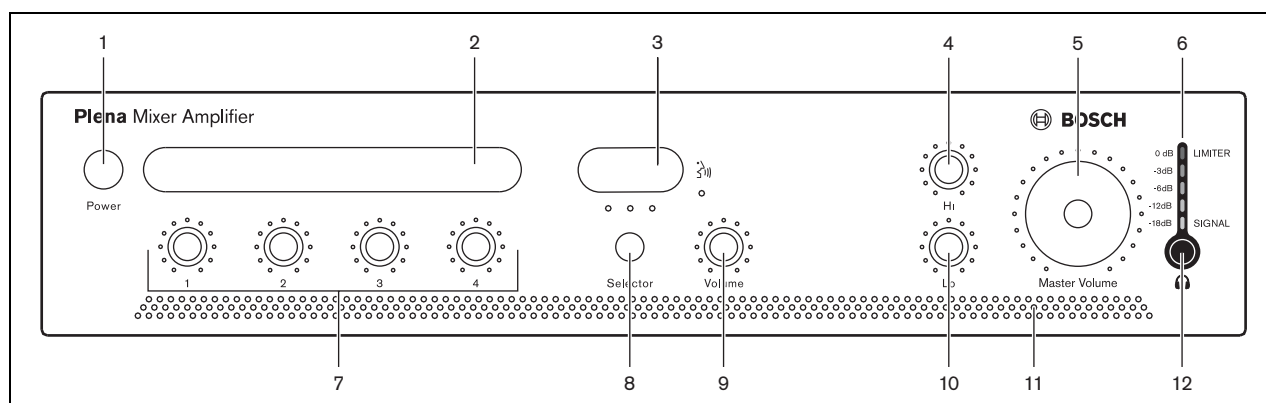

figure 5.1: Panneau avant
- 1 Assurez-vous que l'interrupteur power (1) à l'avant de l'unité est activé - enfoncé (voir figure 5.1).
Réglez l'interrupteur power (1) à l'avant de l'unité sur désactivé - sorti (voir figure 5.1).
Les utilisateurs peuvent créer des étiquettes pour les entrées microphone/ligne et la description des sources musicales. Ces étiquettes peuvent être fixées sur l'amplificateur mélangeur sur les positions 2 et 3 (voir figure 5.1). Des broches colorées peuvent également être insérées sur diverses positions autour des indicateurs afin d'indiquer les réglages favoris pour une application particulière.
Utilisez les commandes de tonalité Hi (haute) et Lo (Basse) (voir figure 5.1, numéros 4 et 10) pour changer la tonalité.